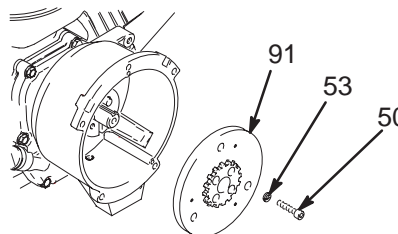

Fig. 9 8704A
8. Fig. 9. Introduire un tournevis ou un autre outil en coin entre l'embrayage et le carter d'embrayage pour maintenir l'embrayage pendant le démontage.
9. Retirer les quatre vis (50) et leurs rondelles d'arrêt (53).
10. Démontez l'embrayage (91).